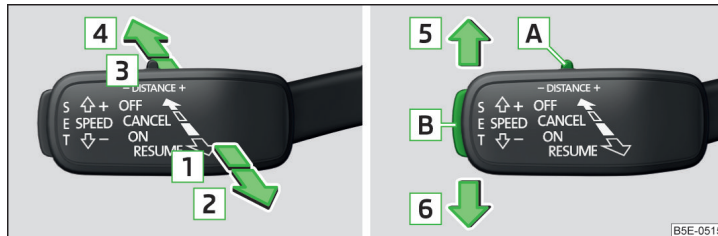

Fig. 171 Manette de commande
**Aperçu des fonctions ACC, lesquelles sont commandées au moyen de la manette** » fig. 171
Si la manette » fig. 171 est réglée depuis la position **OFF** directement dans la position auto-rabattue **RESUME**, la vitesse actuelle est enregistrée et le réglage commence.
Le réglage peut être démarré avec la touche **SET** ou en réglant la manette dans la position auto-rabattue **RESUME** » fig. 171 à la page 160.
➤ Réglez la manette en position auto-rabattue **CANCEL** » fig. 171 à la page 160.
La vitesse souhaitée est réglée ou modifiée à l'aide de la manette de commande » fig. 171 à la page 160.
La distance par rapport au véhicule suivi est réglée avec la manette » fig. 171 à la page 160 ou dans l'Infodivertissement » Notice d'utilisation de l'Infodivertissement, chapitre CAR - réglages d'usine
➤ Réglez le commutateur **DISTANCE** en position auto-rabattue  ou  » fig. 171 à la page 160.
Dans ce cas, interrompez le réglage en accélérant, en appuyant sur la pédale de frein ou sur le point de pression **CANCEL** sur la manette de commande » fig. 171 à la page 160.
Un processus d'accélération peut être interrompu à tout moment en appuyant sur la pédale de frein ou sur le point de pression **CANCEL** sur la manette de commande » fig. 171 à la page 160.